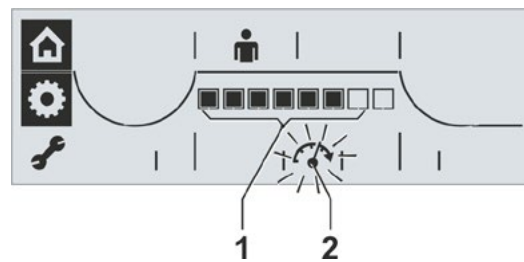

Fig. 1 : Régime / Niveau de temps de réglage
1. Tourner le Drive Controller jusqu'à ce que le symbole correspondant à la vitesse de rotation clignote (Fig. 1, Pos. 2). Les segments noirs dans l'échelle (Fig. 1, Pos. 1) indiquent, à l'intérieur des sept premiers emplacements, le régime / niveau de temps de réglage actuellement réglé, voir aussi tableau ci-dessus.